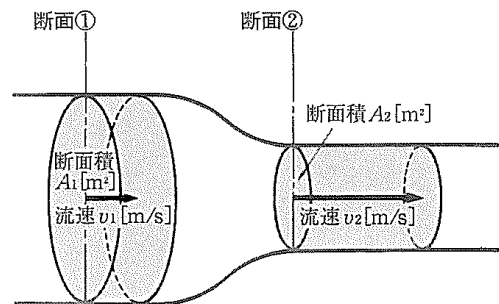

図3
第3問題 図3のように、断面①及び②の直径がそれぞれ $d_1=400$ [mm]、 $d_2=200$ [mm] で、断面①を水が流速 1 [m/s] で通過するとき、次の間に答えよ。ただし、管路の途中で流体の出入りはないものとする。